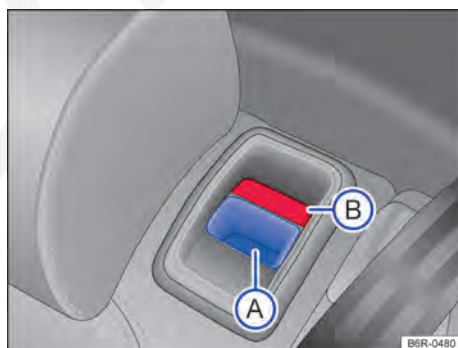

Fig. 62 Banco traseiro: botão de destravamento (A); marca vermelha (B).
- Puxar o botão de destravamento → Fig. 62 A para frente e, ao mesmo tempo, rebater o encosto do banco traseiro para frente.
- A marca vermelha no botão → Fig. 62 B sinaliza que o encosto do banco não está travado. Verificar sempre se a marca vermelha não estará visível quando o encosto do banco traseiro estiver na posição vertical.